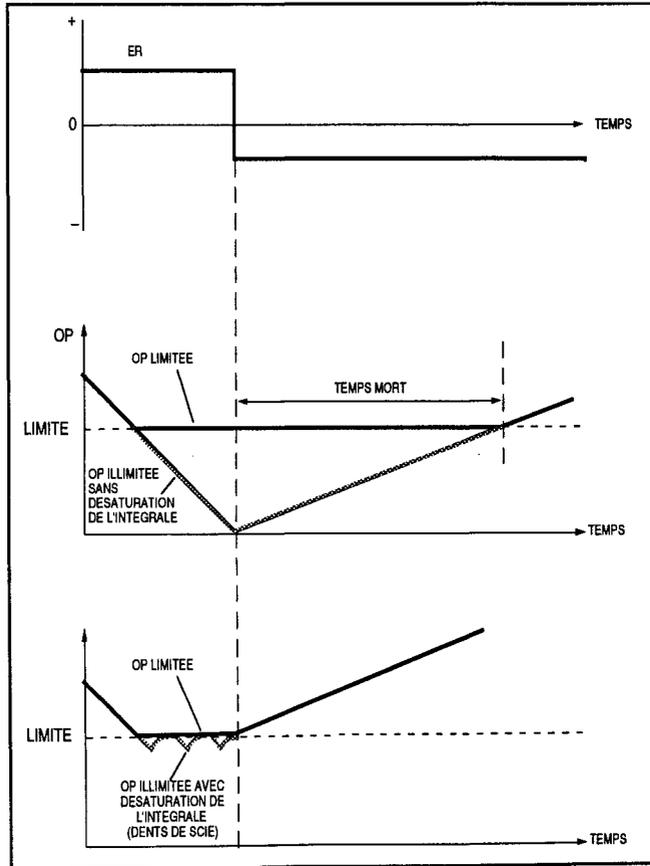

Figure 7.7 Effet de la désaturation de l'intégrale (action de l'intégrale)
Dans le cas d'une erreur persistante (ER), l'action de l'intégrale de l'algorithme PID ($TS/TI \cdot \sum ER$) peut accumuler une valeur importante ("saturation du terme de l'intégrale"), qui ne commence à diminuer que lorsque ER s'inverse. Lorsque l'accumulateur de l'intégrale est assez grand, il maintient la sortie du régulateur à une limite fixée, et même au cours de la réduction, il continue le maintien pendant une période de *temps mort* supplémentaire jusqu'à ce qu'il se soit suffisamment vidé. La partie supérieure de la figure 7.7. montre cet effet schématiquement.
tants de PV. L'action de l'intégrale est suspendue, lorsqu'une limite de sortie est dépassée, et l'accumulateur de l'intégrale est "déchargé" jusqu'à ce que la sortie calculée revienne à la limite. A ce stade, l'action de l'intégrale reprend. La désaturation de l'intégrale est activée de façon répétée, si nécessaire, pour maintenir la sortie près de la limite, jusqu'à ce que l'erreur s'inverse. La partie inférieure de la figure 7.7 montre cet effet schématiquement.